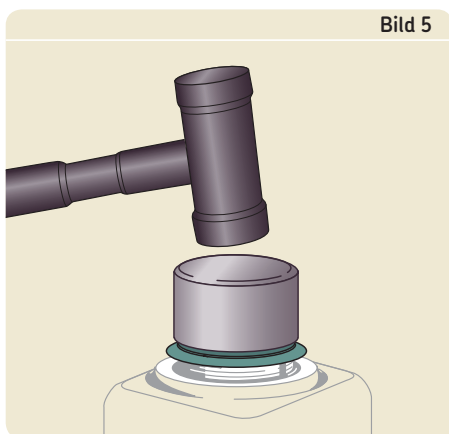

Bild 5
- 8 Die SKF Speedi-Sleeve Wellen-Reparaturhülse mit leichten, zentrischen Schlägen gegen die Montagekappe auf die Welle auftreiben (→ Bild 5). Falls die Montagekappe zu kurz ist, kann stattdessen ein Rohrstück verwendet werden. Das Rohrstück muss ein ebenes und gratfreies Ende aufweisen; der Innendurchmesser sollte